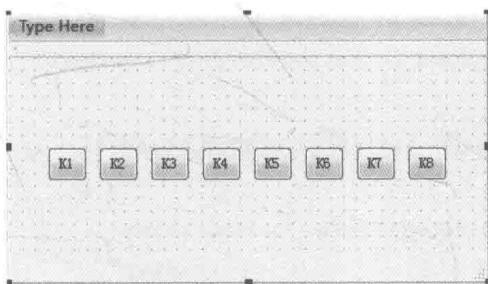

图 13-18 按键测试示例界面
(1) 仿照 13.1 节示例的方法建立一个 Qt Gui 工程文件, 将项目命名为 KEYS, 基类选择为 QMainWindow, 创建后项目代码及界面如图 13-18 所示。